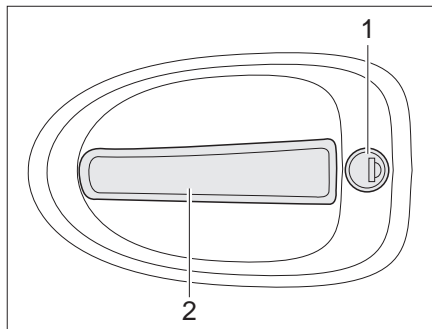

Bild 44 Dörrlås förlåsning, utsida
- Stick in nyckeln i låscylindern (Bild 44,1) och vrid den ända tills dörrlåset har låsts upp.
- Drag i dörrhandtaget (Bild 44,2). Dörren är öppen.
- Stick in nyckeln i låscylindern (Bild 44,1) och vrid den ända tills dörrlåset har låsts.